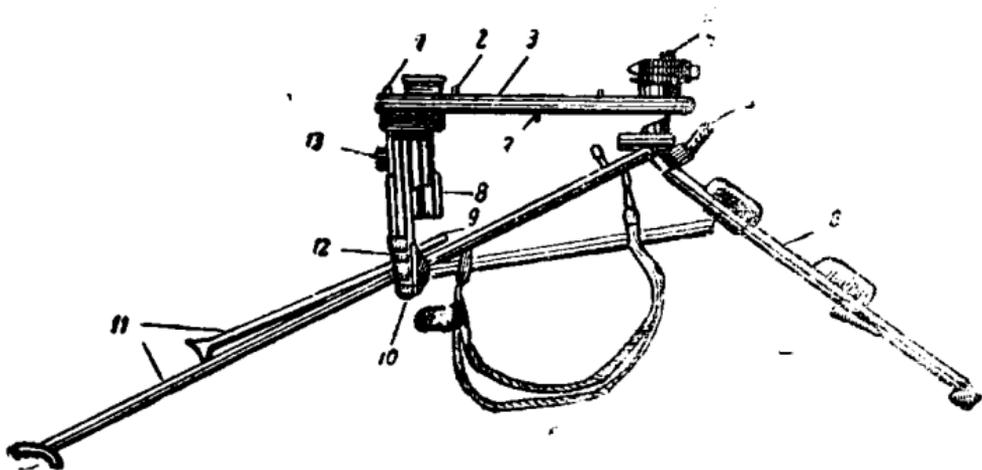

Рис. 30. Станок образца 1934 г.
Пулемет МГ-34 в качестве станкового устанавливается на станок образца 1934 г. (рис. 30).
2. Для установки наименьшей высоты линии огня освободить полностью задние ноги, поставить станок на башмаки (рис. 30) и полностью развести переднюю ногу, освободив ее стопор и стопор растяжки.